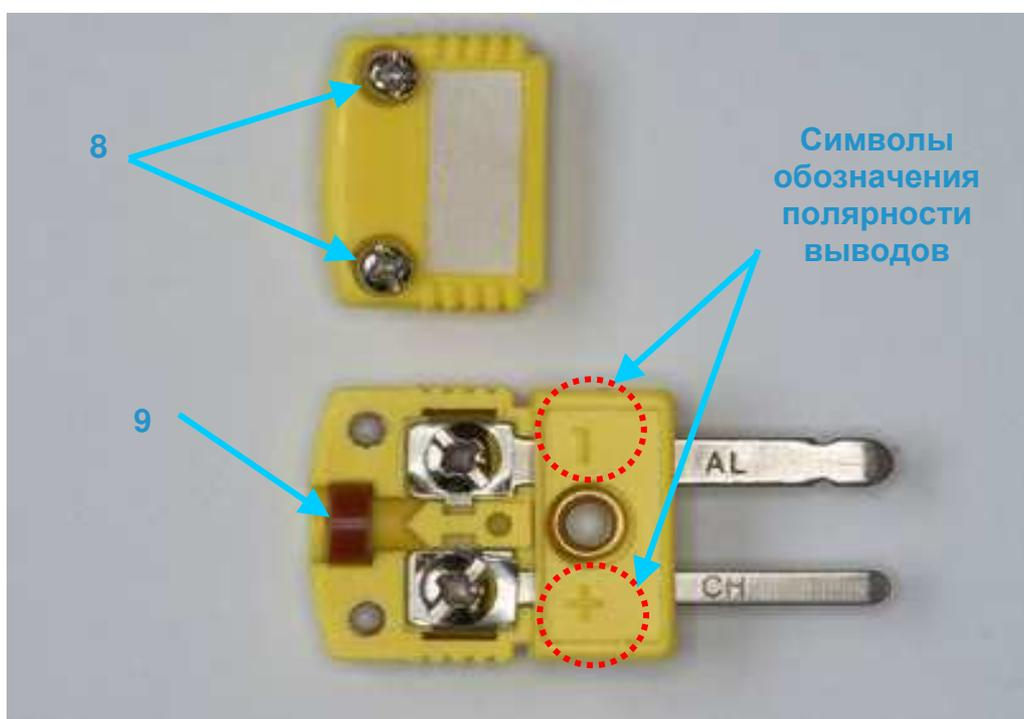
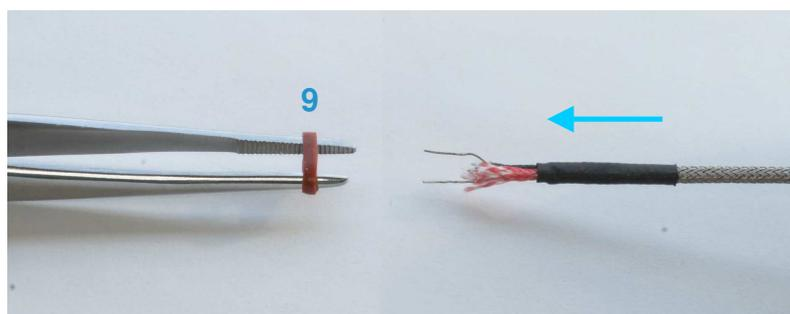

Рис. 5.2 – Вилка «Омега» в разобранном состоянии
Рис. 5.3 – Надевание уплотнительного кольца на кабель зонда
4. Снимите крышку с вилки 6 разъёма типа «Омега», частично выкрутив два винта крышки 8 с помощью отвёртки (см. Рис. 5.2).
5. Выньте из паза вилки «Омега» резиновое уплотнительное кольцо 9 (см. Рис. 5.2) и наденьте его на концы пинцета, растянув, чтобы расширить отверстие кольца, как показано на Рис. 5.3. Проденьте концы проводов зонда в кольцо 9 и затем снимете его с пинцета, так чтобы кольцо оказалось надетым на оба провода.